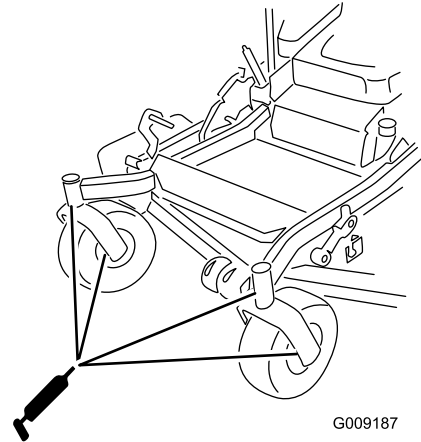

**Figure 43**
5. Graissez le bras de la poulie de tension de la courroie d'entraînement (Figure 43).